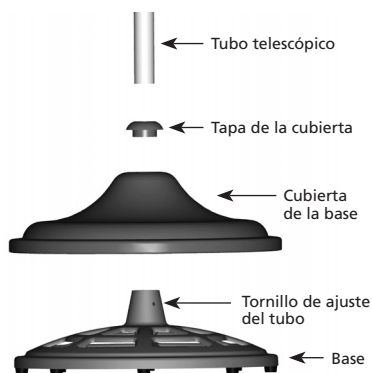

FIGURA 3
1. Con la base descansando en el piso, coloque la cubierta sobre la base. Vea la Figura 3.